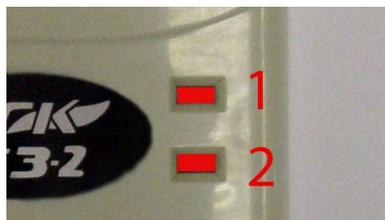

Рисунок 14. Индикаторы сигнализатора СЗ-2.
5.3. Затем индикаторы загораются красным светом на 1 секунду(см. рисунок 14). При этом раздается звуковой сигнал.